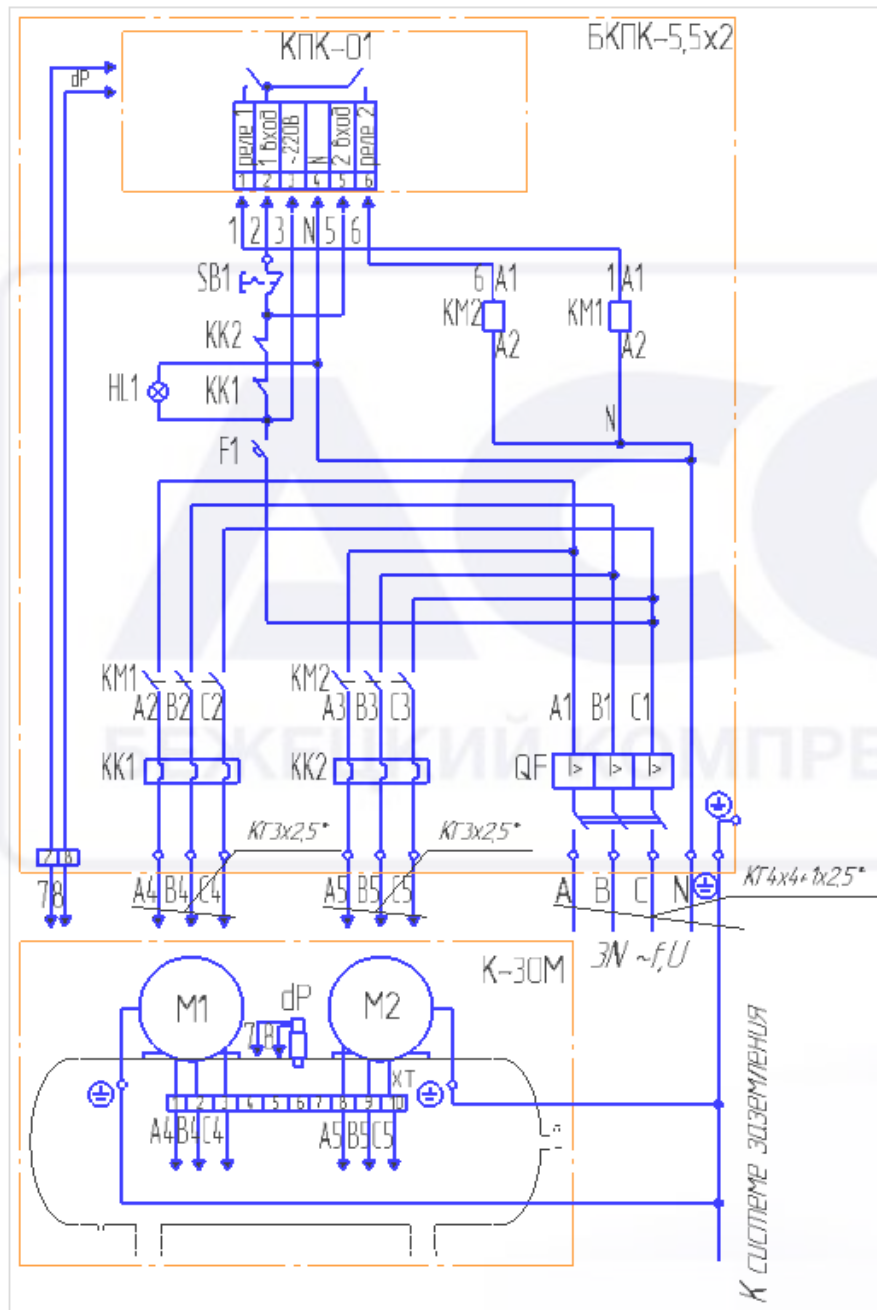

Рисунок 3 – Схема электрическая принципиальная
6.8 Разводку подводящих проводов необходимо произвести в соответствии с требованиями «Правил технической эксплуатации электроустановок потребителем», согласно схеме электрической принципиальной и соединений компрессорной установки К-30М (рис.3).
7.1.1 Убедиться в правильности подключения шкафа согласно схеме электрической принципиальной и соединений (рисунок 3).